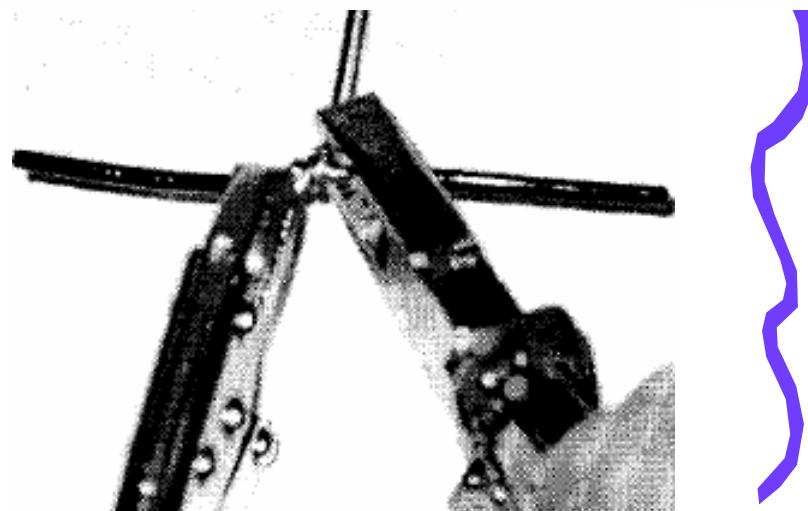

**Figura 10.29**
4. Com auxílio de um alicate universal dobre o condutor rígido sobre o flexível (**figura 10.29**).